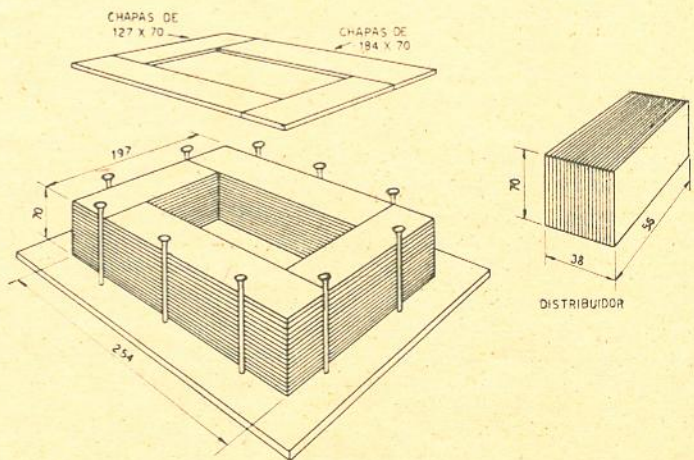

Figura 4
26. A figura 4 mostra a maneira de cortar e empilhar as chapas. As peças para as laterais menores medem $13,7 \times 7$ cm cada, enquanto que as peças para as laterais maiores medem $18,4 \times 7$ cm cada. A quantidade de chapa deverá ser tal que proporcione um empilhamento de 7 cm em cada lateral (espessura requerida para o núcleo). É recomendável que se utilize chapa já recortada nas dimensões especificadas; é possível, também, utilizar-se chapas recortadas à mão, embora este processo seja trabalhoso e nem sempre proporcione resultados satisfatórios.
Além das laterais do núcleo, acima mencionadas, deveremos fazer ainda uma pilha de chapas de $7 \times 5,6$ cm, totalizando uma altura de 3,8 cm. Este conjunto funcionará como distribuidor compensador; a figura 4 mostra os detalhes do distribuidor compensador. A função do distribuidor compensador é reduzir automaticamente a tensão do secundário após haver sido formado o arco.
A montagem do núcleo é feita conforme indicado na figura 4, isto é, utilizando-se uma base de madeira e pregos como guias. Ao efetuar o empilhamento do núcleo siga as indicações das figuras 4 e 5.